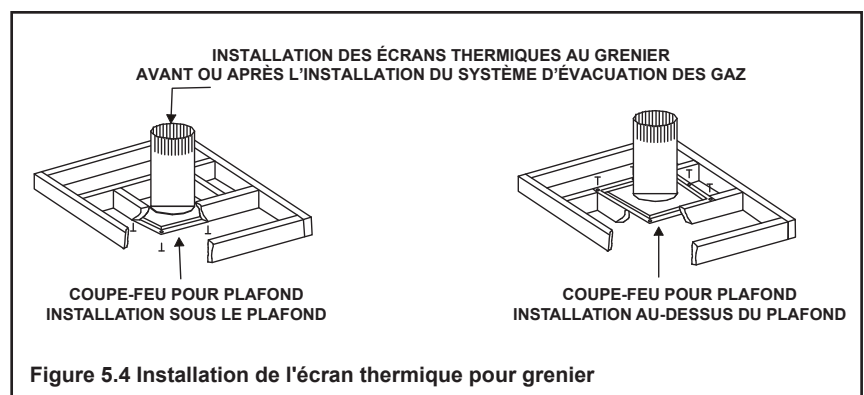

Figure 5.4 Installation de l'écran thermique pour grenier
- Le pare-feu du plafond peut être installé sur ou sous les poutres de soutien du plafond lorsqu'il est installé avec un écran thermique d'isolation dans le grenier. Il doit être sous les poutres de soutien entre les planchers non isolés. Voir la Figure 5.4.